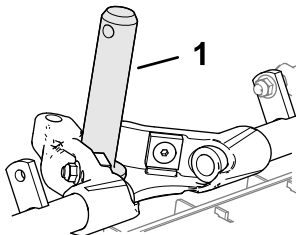

Figure 25
2. Enduisez l'arbre du bâti porteur de graisse propre (Figure 25).